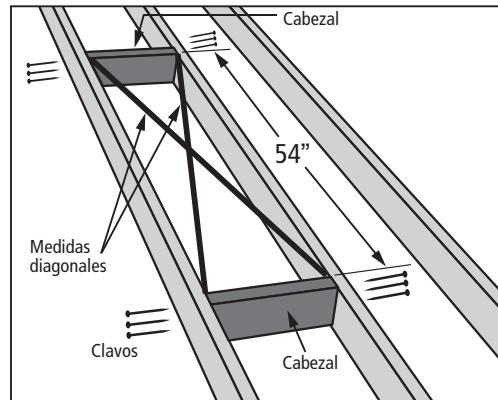

FIGURA 18
Haga la abertura en el techo del tamaño que se indica en la Tabla 1 asegurando que las dimensiones de las mediciones diagonales del marco son iguales como se ilustran en la Figura 18.
A. Para abertura sin necesidad de remover vigas del techo (Figura 18).
- Localizar los cabezales en la parte delantera y trasera de la abertura como se muestra en la Figura 18.
- Asegurelo usando (3) clavos de 16d (aprox. 3 ½" de largo) en cada extremo del cabezal.